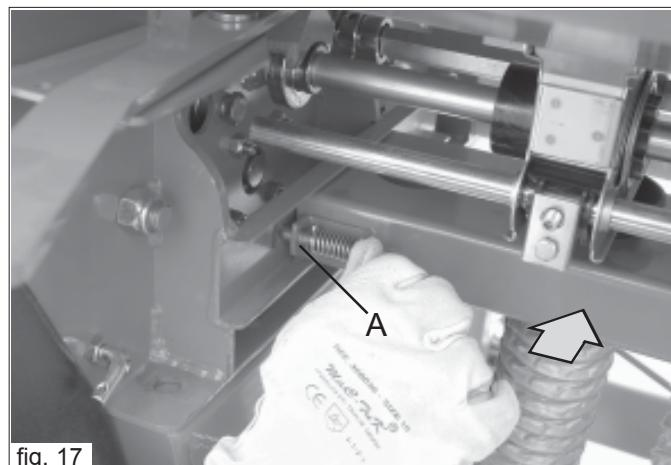

fig. 17
- 1) Estrarre il chiazzello (A Fig. 17) e per mezzo delle maniglie spostare la bussoliera nel senso della freccia.
- 2) Estrarre il chiavistello (A Fig. 17) e per mezzo delle maniglie spostare la bussoliera nel senso della freccia.
- Estrarre il chiavistello (A Fig. 17) e per mezzo delle maniglie spostare la bussoliera nel senso della freccia.